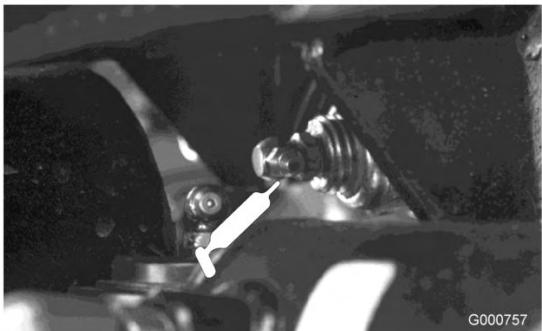

Figure 49
- Pivot d'essieu arrière (Figure 49)